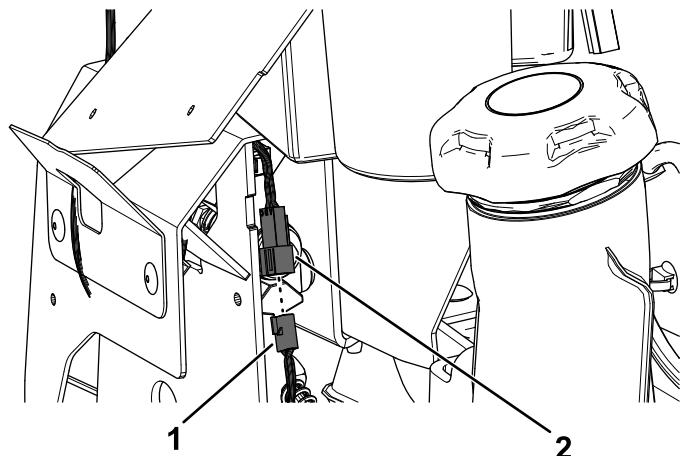

Figure 18
2. Branchez le connecteur du faisceau du kit sur le connecteur du levier de commande de déplacement gauche (Figure 18).